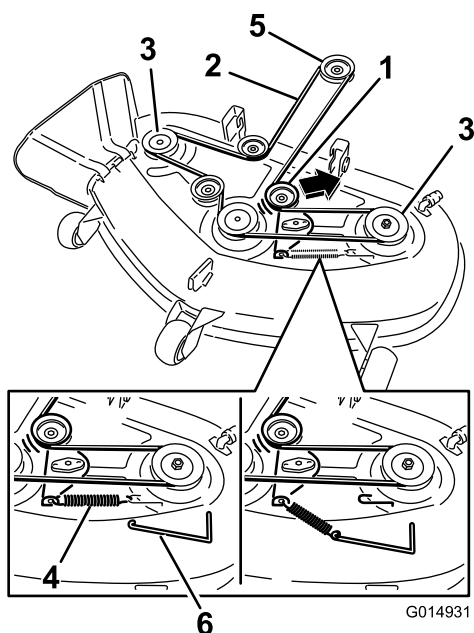

**Figure 69**
4. À l'aide d'un outil de dépose de ressort (réf. Toro 92-5771), décrochez le ressort du crochet sur le plateau pour éliminer la tension sur la poulie de tension et déchaussez la courroie des poulies (Figure 69 et Figure 70).
- À l'aide d'un outil de dépose de ressort (réf. Toro 92-5771), accrochez le ressort à l'ergot sur le plateau pour tendre la poulie de tension et la courroie de plateau de coupe (Figure 69 et Figure 70).